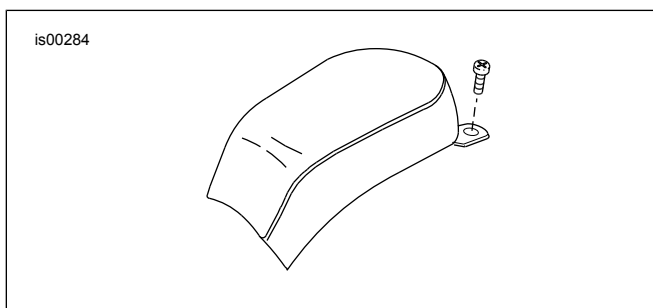

Abbildung 2. Die Schraube entfernen.
1. Siehe Abbildung 2 >. Die Schraube von der hinteren Sitzhalterung entfernen und entsorgen.